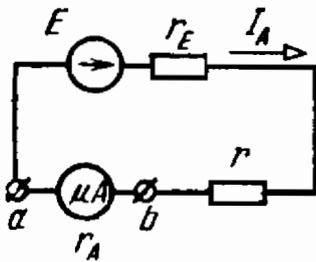

Рис. 12.10
12.10. Для измерения тока в цепи рис. 12.10 включен микроамперметр типа М906 класса точности $K_A = 1,0$ с пределом измерения $I_k = 50 \text{ мкА}$ и внутренним сопротивлением $r_A = 1900 \text{ Ом}$.
12.12. Для измерения тока в цепи схемы рис. 12.10 включен миллиамперметр типа Д500/5 класса точности $K_A = 0,1$ с конечными значениями шкалы $I_{k1} = 25$ мА, $I_{k2} = 50$ мА и внутренними сопротивлениями, соответственно равными $r_{A1} = 580$ Ом и $r_{A2} = 180$ Ом.
12.18. В цепи схемы рис. 12.10 расчетный ток $I = 1 \text{ А}$, входное сопротивление по отношению к зажимам амперметра $r_{вх} = 10 \text{ Ом}$. Для измерения тока в цепи можно использовать два амперметра — амперметр типа М151 класса точности 1,5 с внутренним сопротивлением $r_A = 0,025 \text{ Ом}$ и пределом измерения $I_k = 5 \text{ А}$ и амперметр типа Д566/2 класса точности 0,2 двухпредельный: а) $I_{к1} = 2,5 \text{ А}$ и $r_{A1} = 0,6 \text{ Ом}$; б) $I_{к2} = 5 \text{ А}$ и $r_{A2} = 0,3 \text{ Ом}$.